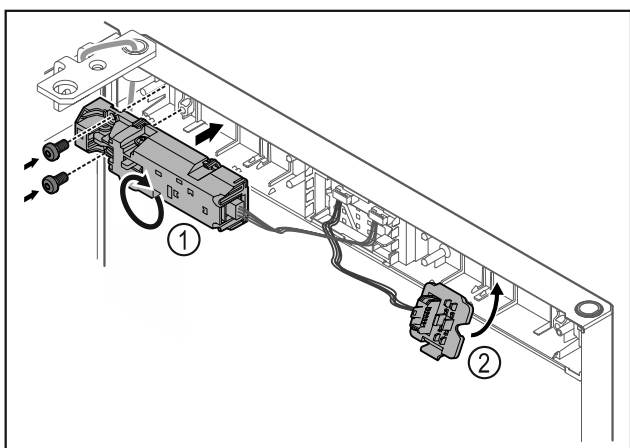

Fig. 19
- ▶ Разверните замок дистанционного открытия Fig. 19 (1) на 180° и прикрепите на противоположной стороне.
- ▶ Установите и зафиксируйте держатель штекера Fig. 19 (2) на противоположной стороне.